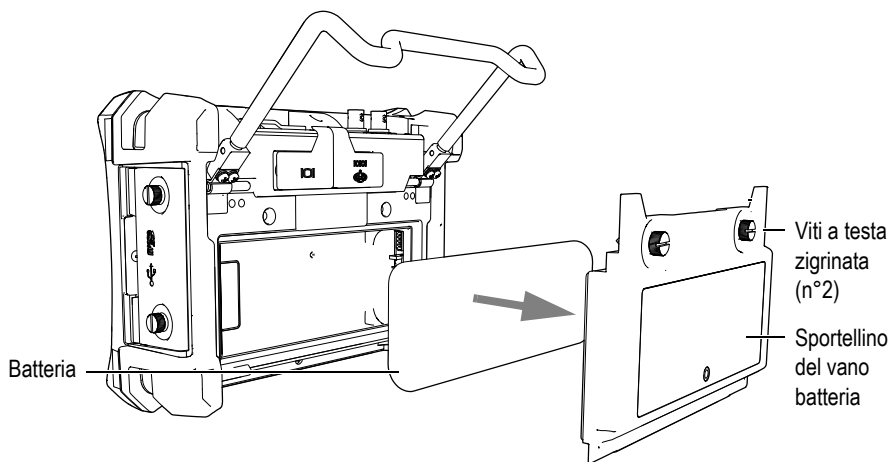

Figura 1-10 Rimuovere lo sportellino del vano batteria e la batteria agli ioni di litio
2. Svitare le due viti a testa zigrinata che fissano lo sportellino del vano batteria nella parte posteriore dello strumento ed in seguito rimuovere lo sportellino del vano batteria (vedi Figura 1-10 a pagina 33).
3. Rimuovere la batteria agli ioni di litio, nel caso in cui sia installata (vedi Figura 1-10 a pagina 33).